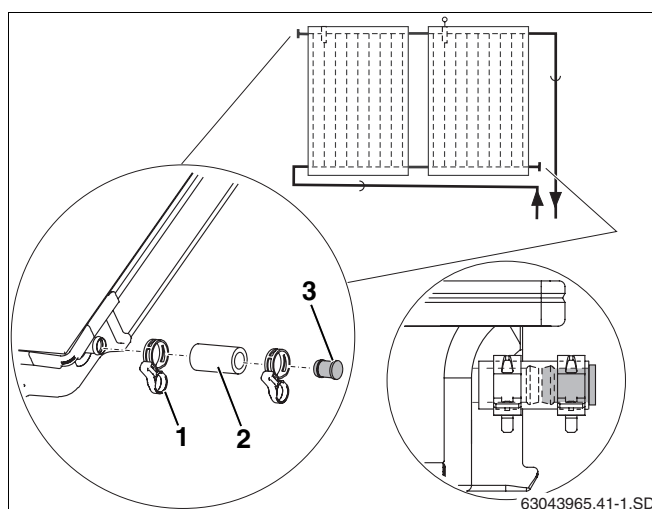

fig. 40 Instalar o tampão cego e a braçadeira de mola
- ▶ Colocar as mangueiras solares de 55 mm (fig. 40, **item 2**) com o tampão cego pré-instalado sobre as duas ligações livres do campo do colector.